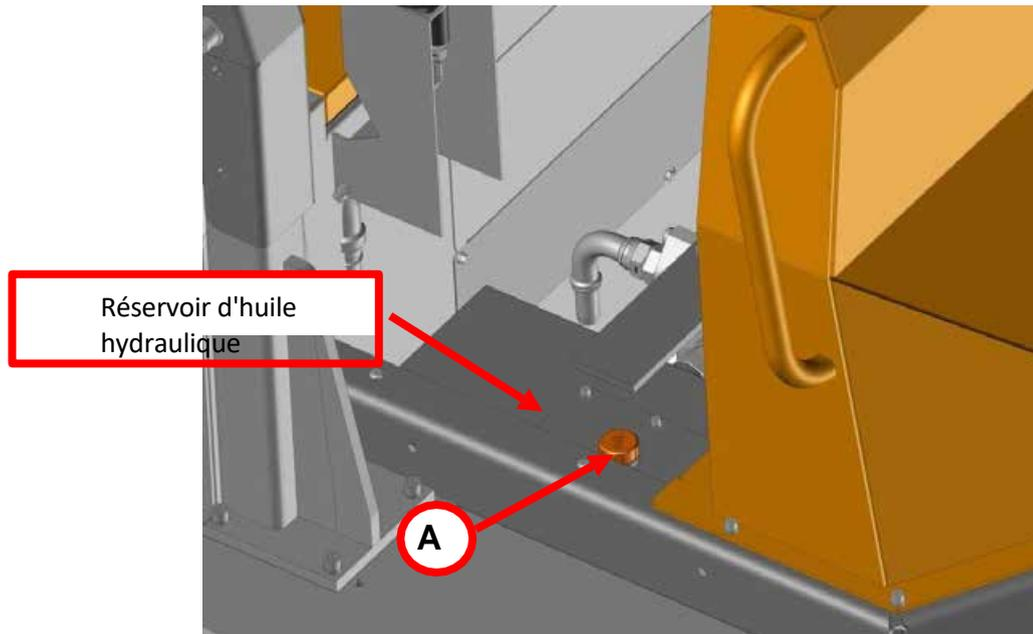

Figure 40 : Réservoir d'huile hydraulique
Pour accéder au réservoir d'huile hydraulique, suivez la procédure de 7.3.1 Couvertures du moteur pour retirer le marchepied. Le réservoir d'huile hydraulique se trouve sous le marchepied, sur le côté droit (figure 40). Procédez comme suit pour contrôler / remplir le réservoir d'huile hydraulique :
6. Ouvrez le bouchon A comme indiqué sur la figure 40 pour relâcher la pression dans le réservoir d'huile hydraulique.